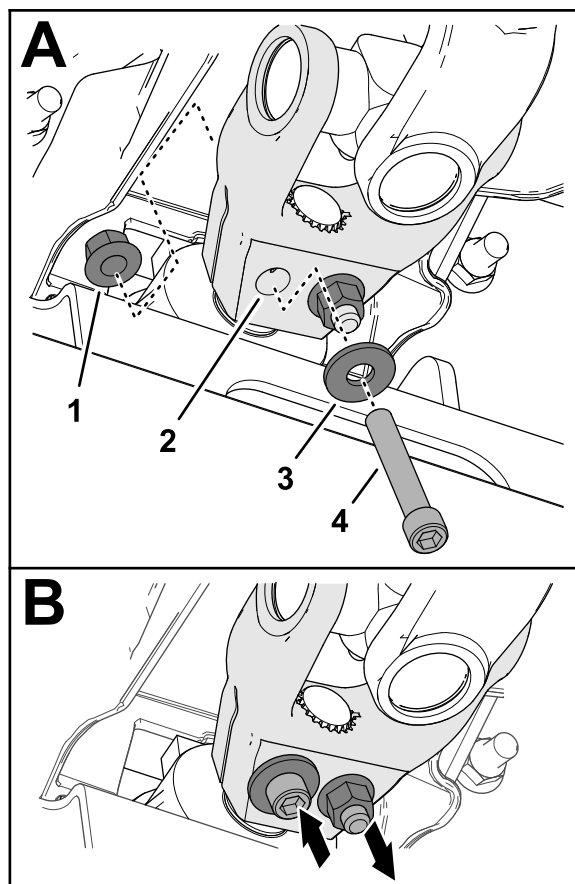

Bild 19
6. Montieren Sie eine Innensechskantschraube ($\frac{3}{8}$ " x $2\frac{1}{4}$ ") durch eine Unterlegscheibe ($\frac{3}{8}$ ") und die Bohrung in der Antriebswellengabel (Bild 19), und sichern Sie die Innensechskantschraube mit einer Sicherungsbundmutter ($\frac{3}{8}$ ").
7. Montieren Sie eine Innensechskantschraube ($\frac{3}{8}$ " x $2\frac{1}{4}$ ") durch eine Unterlegscheibe ($\frac{3}{8}$ ") und die Bohrung in der Antriebswellengabel von der entgegengesetzten Richtung (Bild 19), und sichern Sie die Innensechskantschraube mit einer Sicherungsbundmutter ($\frac{3}{8}$ ").